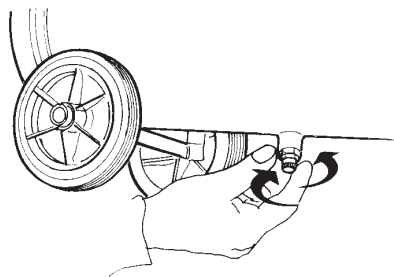

fig. 4
- controleer of de condensaatuitlaatkraan (fig. 4) onder het reservoir gesloten is;
- De condensaatafvoerdop verwijderen indien er in het reservoir druk is (fig. 4).
Alvorens ook maar een enkele ingreep op de compressor uit te voeren dient te stekker uit het stopcontact getrokken te worden en de druk uit het luchtreservoir te worden ontladen met 'oehulp van de condensaatuitlaatkraan (fig. 4). Men dient de dop langzaam los te schroeven en de lucht er langzaam uit te laten gaan omdat er zich in het reservoir metalen residuen kunnen bevinden. Het juist en regelmatig onderhoud van Uw compressor verzekert een goede werking en een langdurig gebruik.
#### Condensaatafvoer (fig. 4)
- alle reservoirlucht eruit laten lopen (fig. 4);